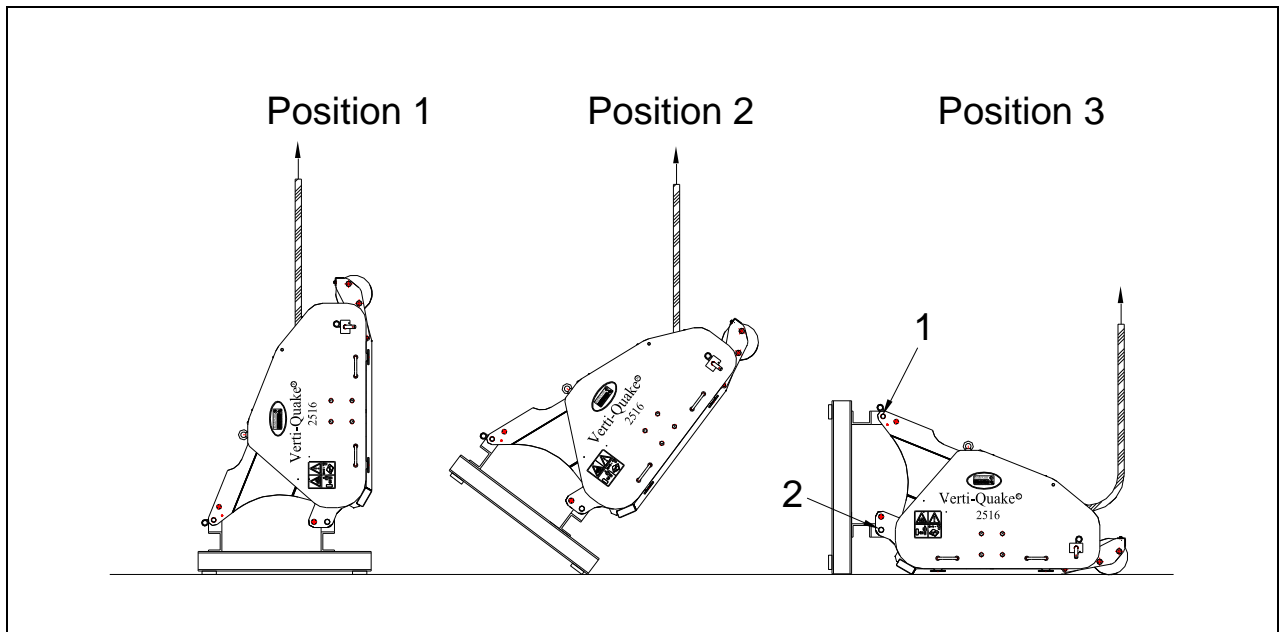

Fig. 7
Maskinen står lodret på pallen. Gør som følger for at fjerne pallen og få maskinen vandret ud på jorden (Fig. 7):
1. Fastgør et kabel til løftepunktet på begge sider af maskinen. (Fig. 7 Position 1)
3. Sørg for, at maskinen kommer til at stå det sted, der hvor pallen var. (Fig. 7 Position 2)
4. Lad maskinen sænke sig kontrolleret og roligt, indtil den fuldstændigt står på underlaget. (Fig. 7 Position 3)